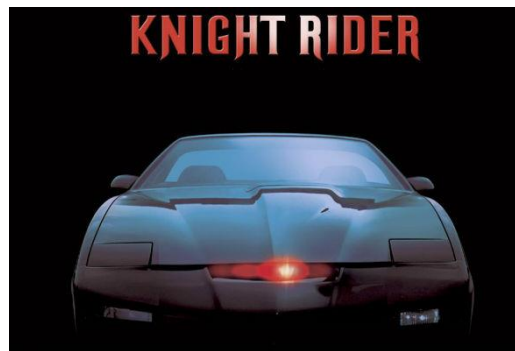
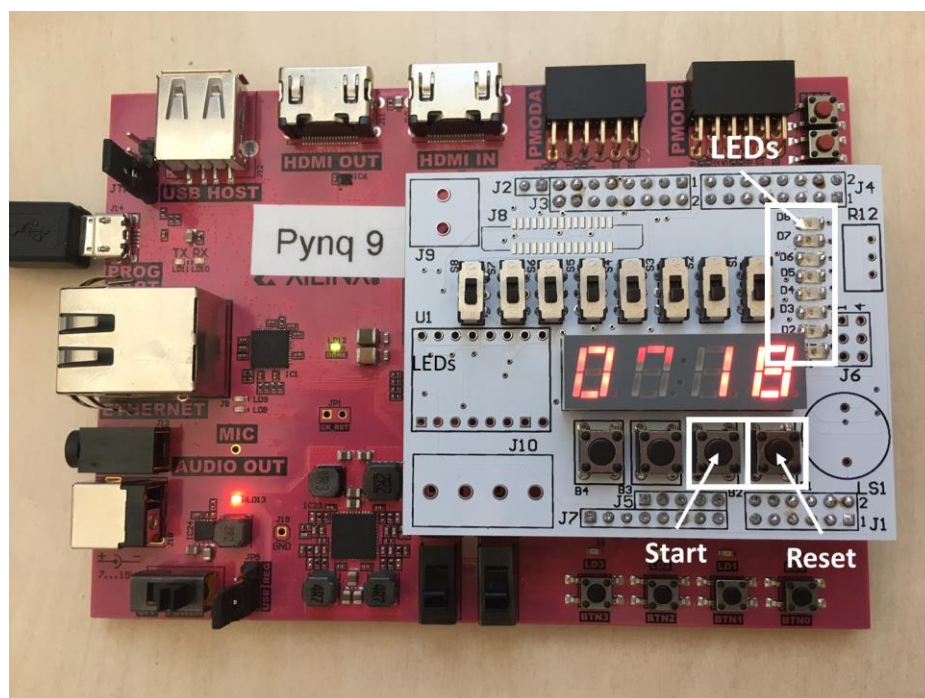

Figura 1: Luces frontales del coche fantástico que se desean emular
Figura 2: Ubicación de los LEDs en las placas del laboratorio
Para ello se plantea el diseño de un sistema que emule el funcionamiento de las luces frontales del famoso *coche fantástico* de Michael Knight, que se muestra en la Figura 1. En este caso, emplearemos los LEDs presentes en las placas de FPGA del laboratorio, tal y como se destaca en la Figura 2.
- El usuario deberá pulsar un botón de la placa (el que se destaca en la Figura 2, etiquetado como *Start*) para indicar al sistema que su funcionamiento debe empezar. Antes de pulsar este botón, los LEDs deberán reflejar el estado de *reset* (sólo el de abajo estará encendido).